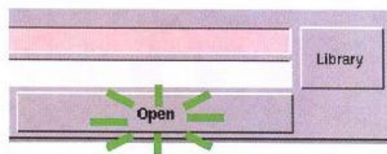

图 1-8
(5) 单击 **Open** 按钮 (位于文件浏览器的底部) 打开该文件, 如图 1-8 所示。